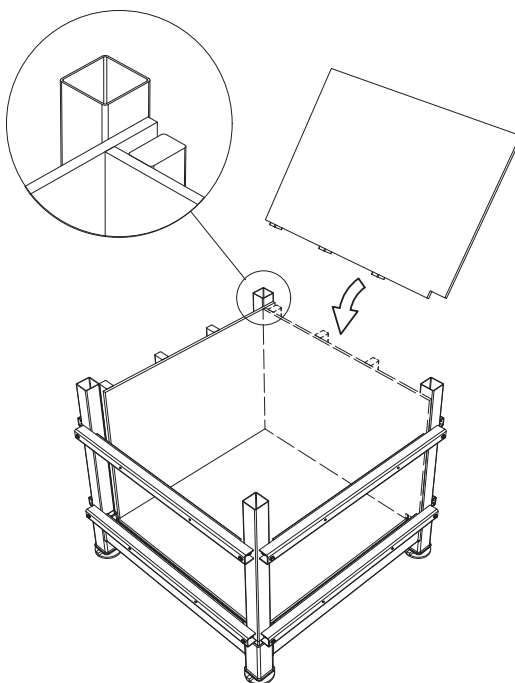

Figure 20. *Positionnement des planches latérales.*
- 4.3 Positionnez les quatre planches latérales à béton l'une après l'autre sur la planche de fond placée dans la base, l'encoche vers le bas et les cintres en bois du côté des supports de coffrage. Voir Figure 20. Veillez à ce que chaque pièce se chevauche de façon à ce que chaque planche latérale soit soutenue de la même façon lorsqu'elle est appuyée contre les supports de coffrage.